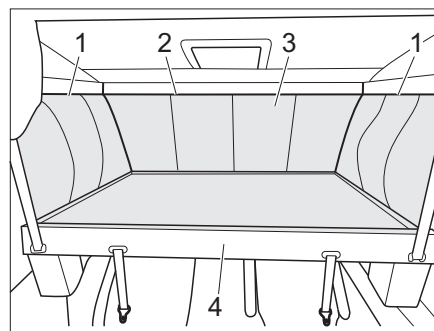

Fig. 78 Acceso a la caja de la persiana
- Bajar la cama elevada (Fig. 78,4) (ver capítulo 7.16.3).
- Para soltar la bolsa de la cama elevada (Fig. 78,3), abrir las cremalleras laterales (Fig. 78,1) en la zona superior de delante hacia atrás y en la zona delantera (Fig. 78,2).
- Retirar bolsa de la cama elevada (Fig. 78,3) (cierre con velcro).